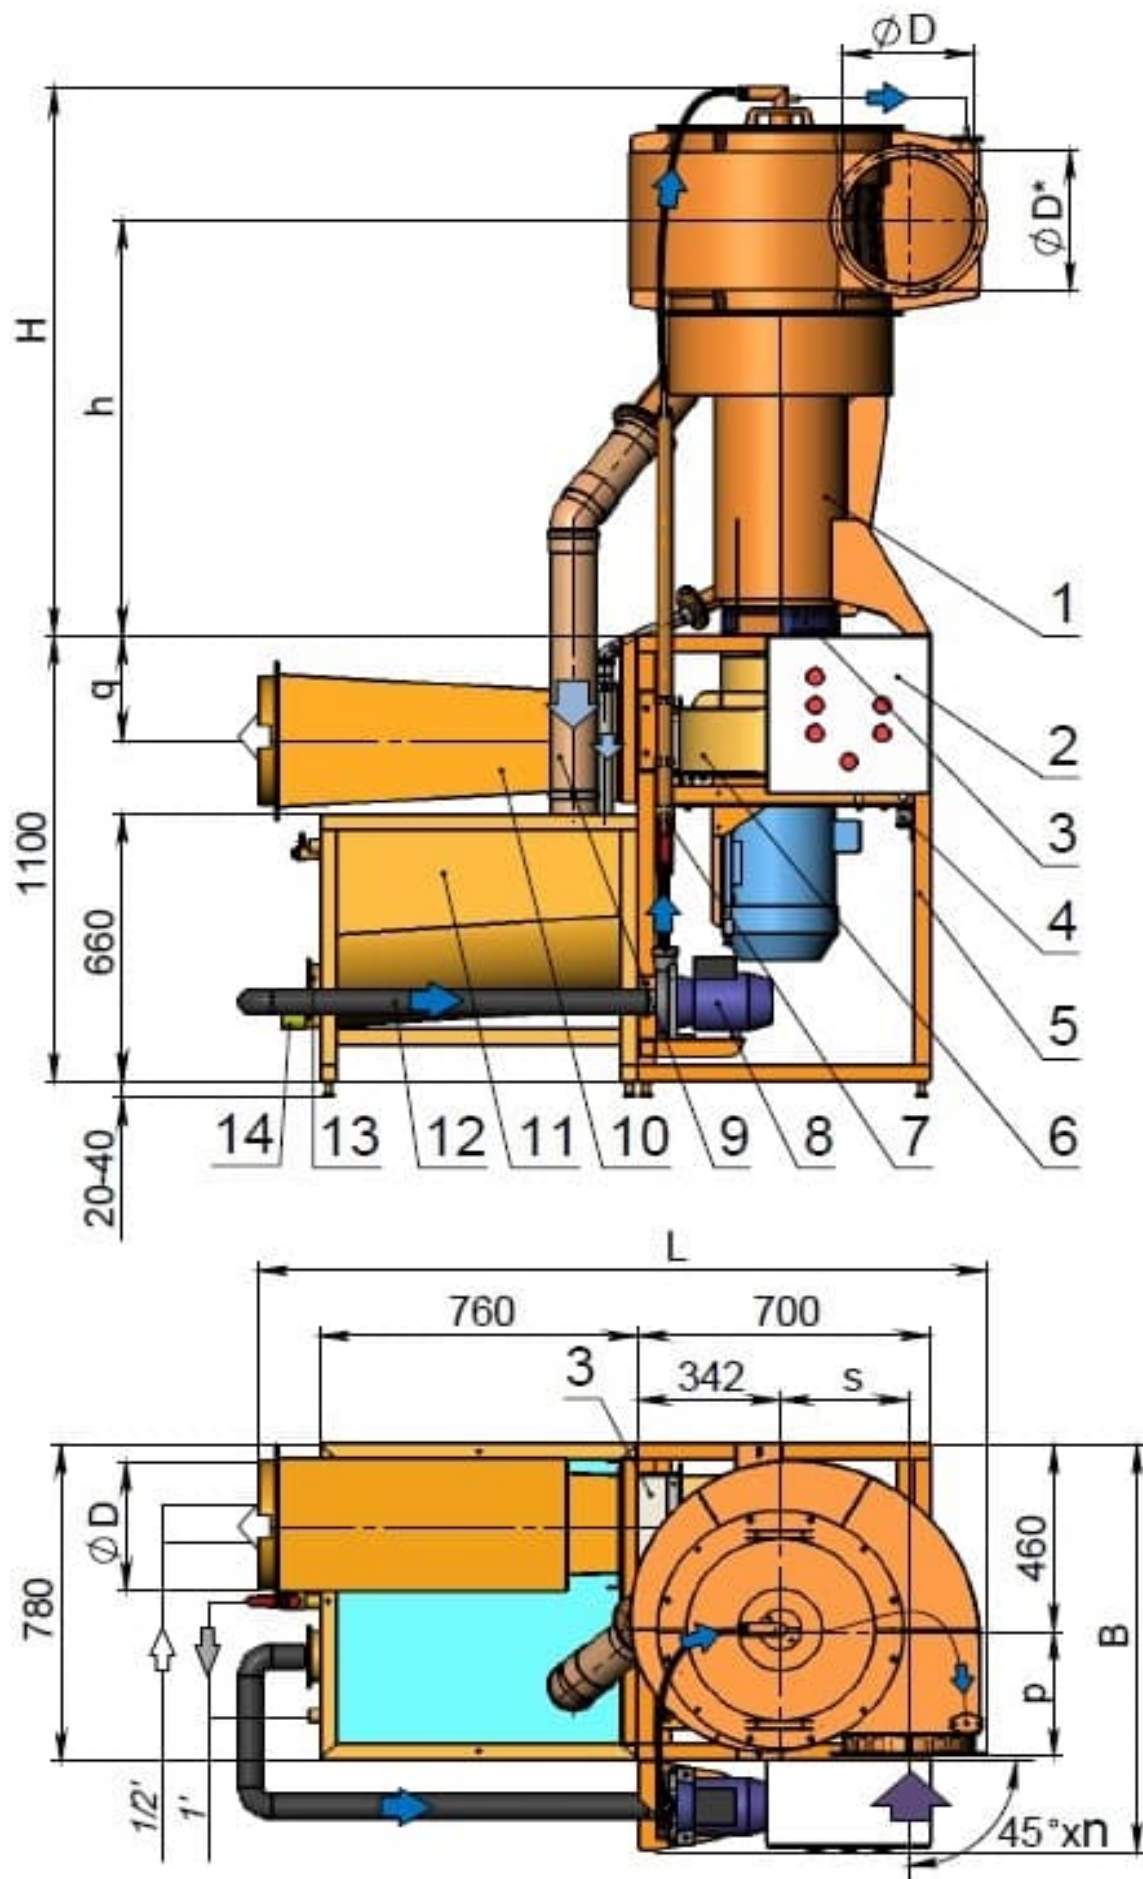
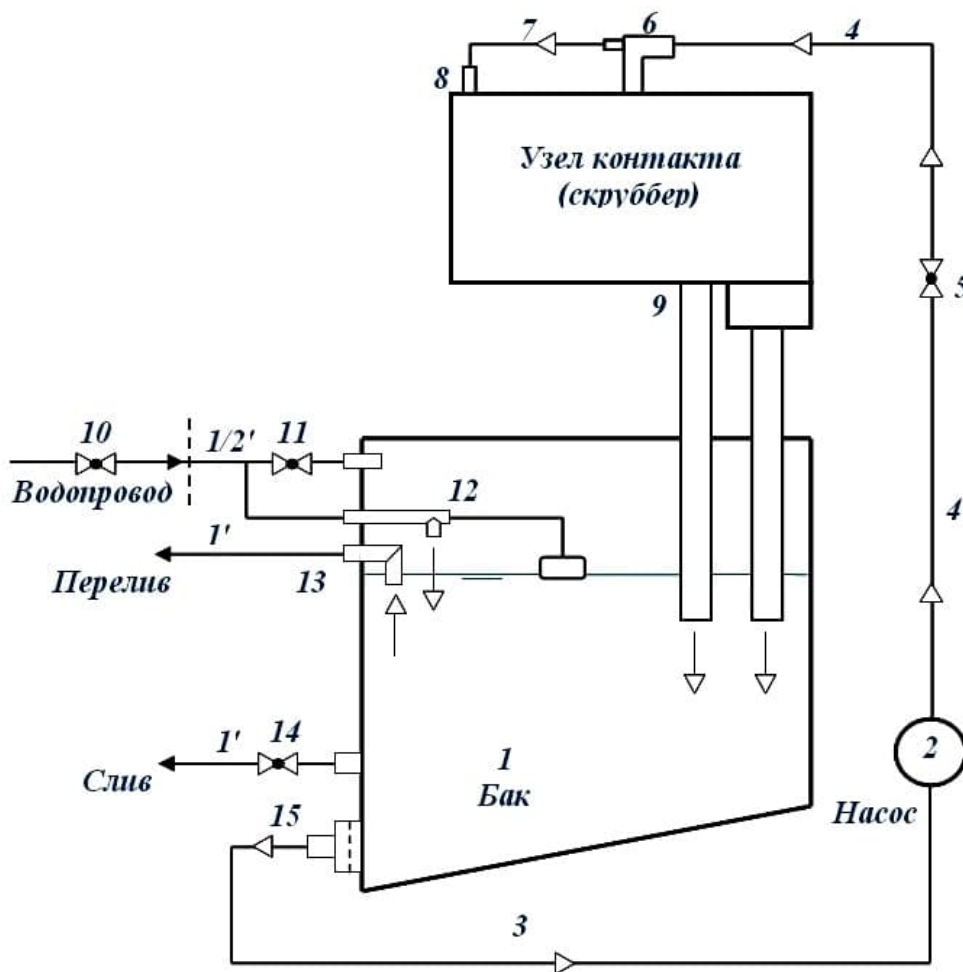
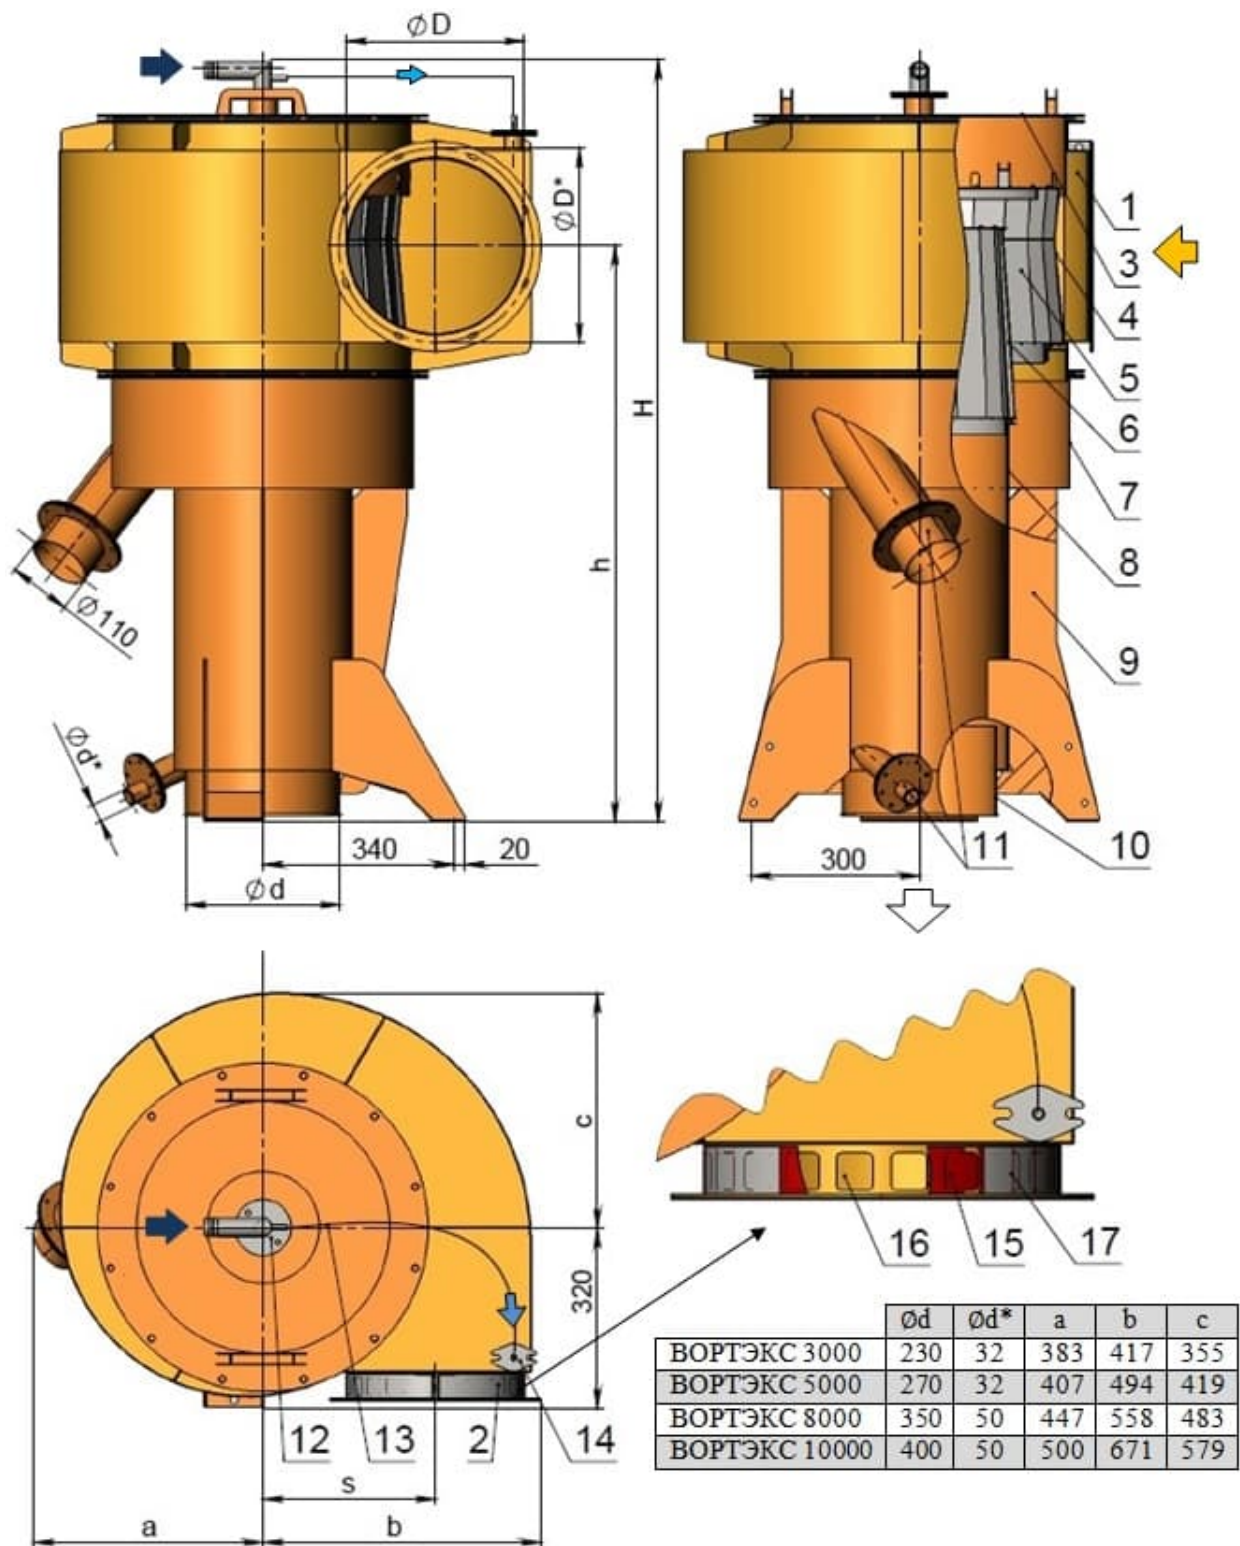
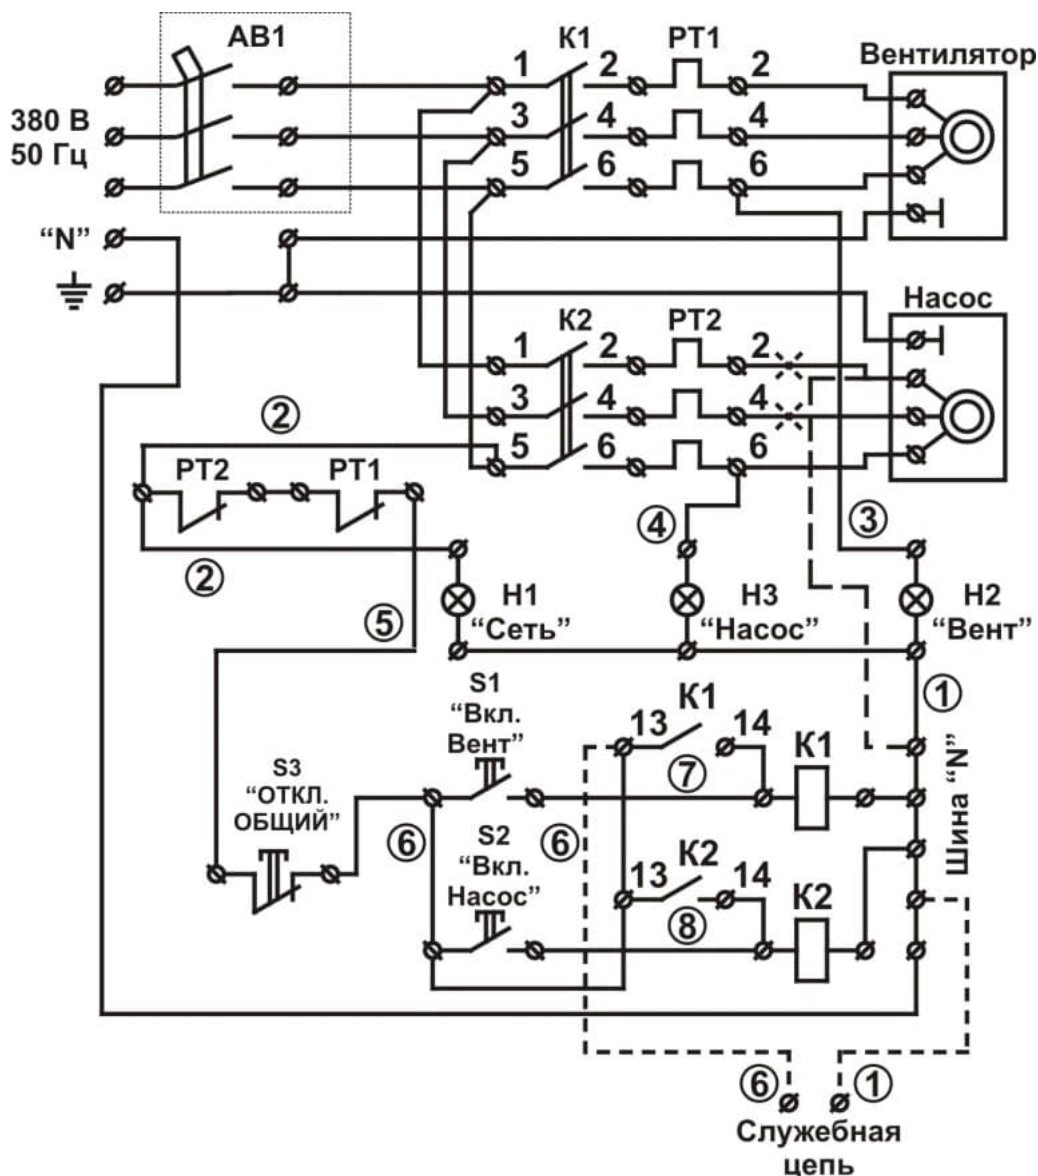

Рис. 1. Вихревой гидрофильтр "Вортэкс" в стандартном исполнении, входной улиткой, ориентированной входом со стороны шкафа управления (270°).
Рис. 2. Схема водооборота установки.
Рис. 4. Узел контакта (вихревой скруббер "Вортэкс").
Рис. 5. Электрическая схема
Вихревые гидрофилтры "Вортэкс" в стандартном исполнении (рис. 1) состоят из следующих сборочных единиц: опорная рама **5**, с установленными на ней узлом контакта газа и жидкости (вихревой скруббер "Вортэкс") **1**, шкафом управления **2**, вентилятором "Вортэкс-3...10" **6**, на амортизаторах **4**, консольным центробежным насосом **8**, гибкими вставками **3**, ограничительный вентиль **7**, диффузор-шумоглушитель **10**, сливные трубы **9**, шланг **12**, бак оборотной воды **11**, с установленными на нем штуцером водозабора с предохранительным фильтром **13**, сливным штуцером с шаровым краном **14** и необходимая водная арматура.
Основные геометрические размеры установок, не указанные в технических характеристиках и на рис. 1, 2, 3, приведены в таблице:
(рис. 2) включает: бак 1, консольный центробежный насос 2 соединенный шлангом 3 $D_y=50\text{мм}$ с баком, шлангом 4 $D_y=32\text{мм}$, с установленными на нем ограничительным вентиляем 5 (поз. 7 на рис. 1, 3), соединенным с тройником 6, предназначенным для подачи воды в узел контакта, шлангом 7 $D_y=10\text{мм}$, соединенным со штуцером 8, предназначенным для орошения входа улитки, сливные трубы 9, устанавливаемый на водопроводе вентиль 10 (в комплект не входит), и установленные на баке заправочный штуцер с вентилем 11, штуцер с поплавковым клапаном 12, штуцер перелива 13, сливной штуцер с шаровым краном 14 и штуцер водозабора, оснащенный предохранительным фильтром-сеткой 15.
Узел контакта - вихревой скруббер (рис. 4) включает: улитку **1** с входным по воздуху патрубком **2** и крышкой **3**, установленную внутри улитки вихревую контактную камеру **4**, завихритель **6**, сепаратор **7**, каплеуловитель **8**, опоры **9**, выхлопной патрубков **10** и сливные патрубки **11**. На улитке установлен тройник ввода жидкости **12**, соединенный шлангом **13** со штуцером **14**. Окна **16** (выноска рис.4) жалюзийного типа, используются при необходимости для подсоса воздуха. По умолчанию они перекрыты хомутом **17** с ответными прорезями и уплотнительной манжетой **15**.
Благодаря создаваемому вентилятором разрежению загрязненный воздух поступает во входной патрубок **2** узла контакта (рис. 4), распределяется по периметру улитки **1** и проходит через лопаточный направляющий аппарат вихревой камеры **4**, формирующий равномерно распределенные по периметру тангенциальные струи на входе в камеру и течение вихревой структуры внутри нее.
Вода подается насосом **8** (рис. 1, 3) из бака **11** через предохранительный фильтр-сетку **13** и ограничительный вентиль **7** в тройник **12** (рис. 4), из основного штуцера которого поступает на орошение улитки **1** и вихревой камеры **4**. Часть воды отводится на орошение входного участка улитки с помощью шланга **13** и штуцера **14**. Вместе с воздухом вода поступает в вихревую камеру **4**, где дробится струями воздуха на капли, которые вовлекаются в вихревой поток и центробежными силами отбрасываются к лопаткам направляющего аппарата вихревой камеры. Здесь капли сливаются и вместе с воздухом поступают в центр потока, где вновь дробятся. В результате этого каскадного процесса формируется вращающийся газожидкостный слой **5**, удерживаемый в вихревой камере центробежными силами, эффективно фильтрующий воздух.
На выходе из вихревой камеры основная часть жидкости сбрасывается в карман сепаратора **7** (рис. 4). Небольшая часть жидкости проходит вместе с воздухом через завихритель **6**, подкручивающий поток. Под действием центробежных сил жидкость осаждается на трубе каплеуловителя **8** и собирается в его кармане. Из карманов сепаратора и каплеуловителя через патрубки **11** (рис. 4) и сливные трубы **9** (рис. 1, 3) вода сбрасывается в бак **11** на рециркуляцию.
Система управления установки включает шкаф управления 2 (рис. 1, 3), соединенный электрокабелями с сетью, электродвигателями вентилятора 6 и насоса 8.
Схема электрическая принципиальная показана на рис. 5. Электропитание 380 В, 50 Гц, подается на пускатели двигателя вентилятора и насоса K1 и K2 соответственно. Ток срабатывания защищающего трехфазного автомата АВ1 для модели "Вортэкс-3000" - 32А, "Вортэкс-5000" - 40А, "Вортэкс-8000" - 50А, "Вортэкс-10000" – 63А. Пунктиром обозначен вариант присоединения 1-фазного насоса и (только для "Вортэкс-10000") служебная цепь.
В стандартном исполнении со встроенным вентилятором (рис. 1):
В моделях "Вортэкс-8000" и "Вортэкс-10000" узел контакта упаковывается отдельно - сепаратор **7** (рис. 4), каплеуловитель **8** на опорах **9**.
Для монтажа установки (рис. 1,3) необходимо:
6.6 Установить с помощью болтовых соединений на выхлопном патрубке вентилятора **6** диффузор-шумоглушитель **10** в сборе с гибкой вставкой **3** (рис. 1).
6.7 Соединить с помощью прилагаемых шлангов насос **8** (рис. 1, 3) с выходным штуцером фильтра-сетки **13** и ограничительным вентилем **7**, далее с тройником подачи воды **12** (рис. 4), в узел контакта **1**. Закрепить шланги с помощью прилагаемых хомутов. Надеть на сливные патрубки узла контакта **1** трубы **9** (рис. 1, 3).
6.8 Соединить установленный на водопроводе вентиль **10** (рис. 2) напорными шлангами с вентилем **11** и поплавковым клапаном **12**. Соединить шлангами штуцер **13** и кран **14** с канализацией (отстойником, системой утилизации отработанной жидкости). Открыв вентили **10** и **11**, наполнить бак водой. Убедиться в том, что закрытие клапана **12** (отсечение подачи воды) достигается при уровне воды в баке, немного более низком, чем уровень установки штуцера **13**, при необходимости отрегулировать рычаг клапана.
6.9 Убедиться в надежном соединении электрокабелей, выходящих через отверстия в боковой стенке установленного на раме **5** (рис. 1, 3) шкафа управления **2** с электродвигателями вентилятора **6** и насоса **8** в соответствии с принципиальной электрической схемой (рис. 5). Обязательно произвести заземление корпуса шкафа **2**, бака **11** и рамы **5**! Подсоединить шкаф управления к электросети. Проверить соответствие напряжения сети и надежность подсоединения подводящего кабеля к выводам шкафа управления. Подключить установку к сети через установленный в шкафу управления автомат АВ1 – на лицевой панели шкафа должен загореться индикатор "Сеть". Кратковременно включить вентилятор и проконтролировать направление вращения рабочего колеса. При необходимости изменить фазировку подключения вентилятора к сети.
8.1 Перед началом работы убедиться, что все шланги и трубы находятся на штатных местах, шланги надежно затянуты хомутами, а сливной вентиль 14 (рис. 2) закрыт. Открыть вентили 10, 11 и наполнить бак водой из водопровода. Закрыть вентиль 11. Убедиться в том, что уровень воды в баке регулируется поплавковым клапаном 12. В противном случае отремонтировать или заменить поплавковый клапан.
Положение ограничительного вентиля 7 (рис. 1,3, поз. 5 рис. 2) устанавливается изготовителем при настройке установки. Изменение его положения может вызвать вынос капельной влаги на выходе гидрофилтра или снижение эффективности воздухоочистки.
9.2.2 Отсоединив трубы **9** (рис. 1, 3) от сливных патрубков узла контакта, проверить состояние патрубков и труб и при необходимости прочистить.
9.2.3 Произвести разборку узла контакта (рис. 4), осмотреть его улитку **1**, сепаратор **7**, каплеуловитель **8**, вихревую камеру **4**, и завихритель **6**. При необходимости промыть их или прочистить. Осмотреть состояние уплотнений из микропористой резины. При заметном износе или повреждениях - заменить их.